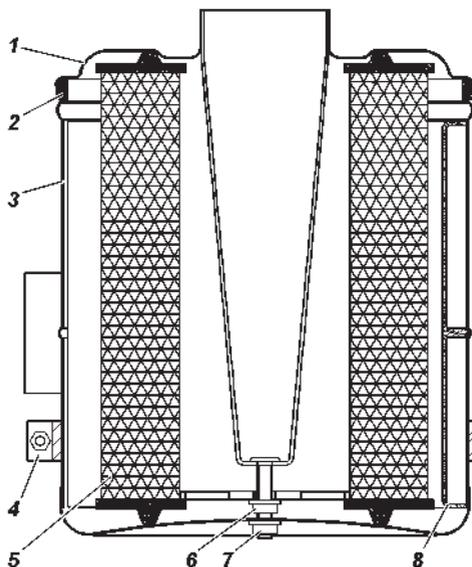

Рис. 9.10. Воздушный фильтр:
– отверните гайку хомута 4 (рис. 9.10), снимите хомут и воздушный фильтр;